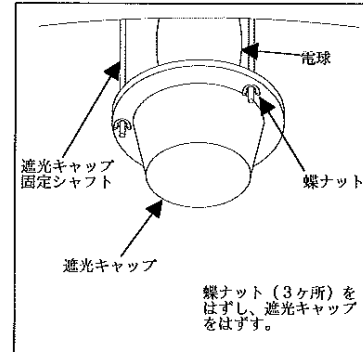

図3-1
- ② 蝶ナット（3ヶ所）をはずし、遮光キャップをはずします。（図3-1参照）
- ③ 電球をはずします。左に回すとはずれます。
- ④ 新しい電球が、#M250（200V250W）であることを確認して下さい。
- ⑤ 新しい電球をソケットにしっかりとねじ込みます。（この際、電球カバーを電球から外さないでねじ込んで下さい。）
- ⑥ 電球カバーをはずします。
- ⑦ 遮光キャップを取り付けます。この際、遮光キャップはシャフトの突き当たり部までしっかりとあげた後に、蝶ネジ（3ヶ所）で固定して下さい。
- ⑧ 前面ガラスを取り付けます。
- ⑨ 電源スイッチをONとして、点灯を確認します。